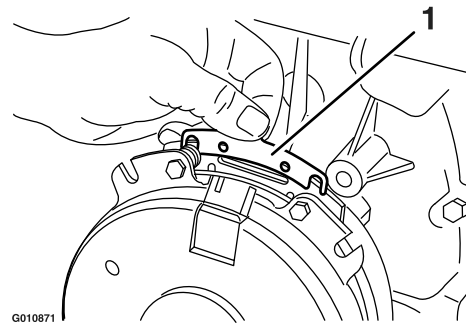

Figura 85
- B. Usando un alicate de punta fina, o a mano, sujete la pestaña y retire el suplemento (Figura 85).
Retire cualquier acumulación de hierba, suciedad u otros residuos de la rejilla del motor. Esto ayuda a asegurar una refrigeración adecuada y una velocidad de motor correcta, y reduce la posibilidad de sobrecalentamiento y daños mecánicos al motor (Figura 85).